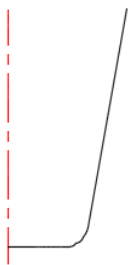

图 13-8 原始图形
- 1 打开“旋转网格即学即练.dwg”文件, 文件存在着图 13-8 所示的图形。